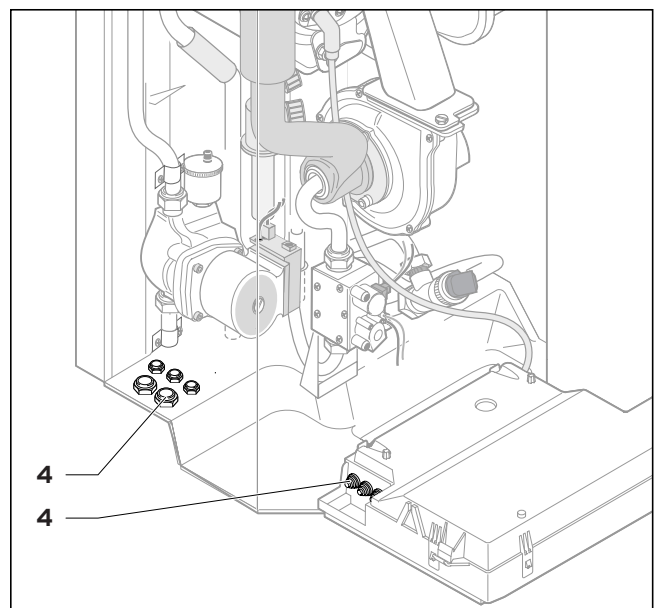

Fig. 4.7 Passaggi di cavo
- Inserire i cavi di collegamento dei dispositivi da collegare attraverso i passaggi di cavo (4) presenti a sinistra sul lato inferiore dell'apparecchio (vedi fig. 4.7).